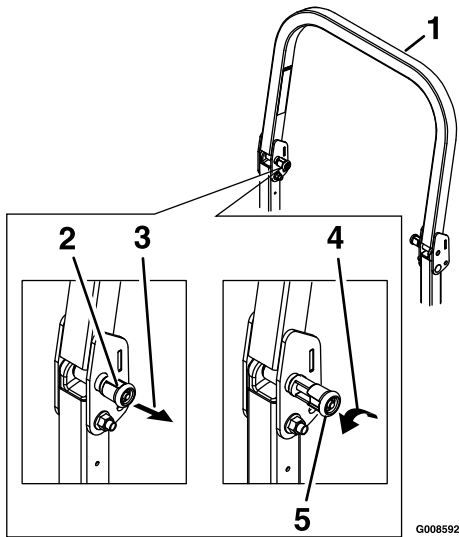

Figura 12
1. El pomo debe estar completamente enganchado y las pestañas entrelazadas, según se muestra en Figura 12, para bloquear la barra anti-vuelco y la posición elevada de funcionamiento.